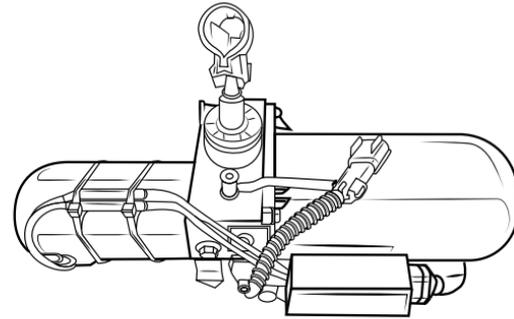

Figure 19 - Mécanisme de la cabine basculante
4. Insérez le levier tubulaire sur le côté de la pompe (**Figure 19**).